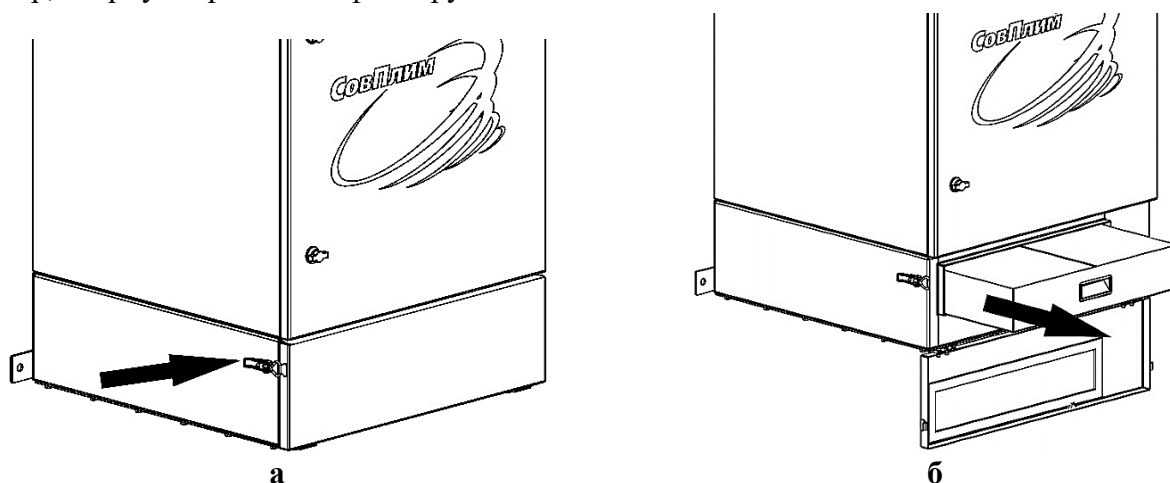

Рисунок 8 — Извлечение пылесборника
6.2.2 Для очистки пылесборника необходимо открыть дверцу в нижней части фильтра, разжав защёлки, и извлечь пылесборник (рисунок 8а, 8б).